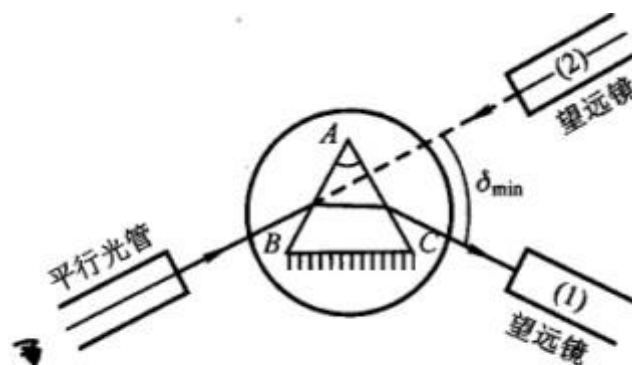

图 7.1.2-11 测最小偏向角方法
(1) 平行光管狭缝对准前方水银灯光源。
(2) 旋松望远镜止动螺钉和游标盘止动螺钉, 把载物台及望远镜转至如图 7.1.2-11 中所示的位置 (1) 处, 再左右微微转动望远镜, 找出棱镜出射的各种颜色的水银灯光谱线 (各种波长的狭缝像)。
(3) 轻轻转动载物台 (改变入射角 i_1), 在望远镜中将看到谱线跟着动。改变 i_1 , 应使谱线往 δ 减小的方向移动 (向顶角 A 方向移动)。望远镜要跟踪光谱线转动, 直到棱镜继续转动, 而谱线开始要反向移动 (即偏向角反而变大) 为止。这个反向移动的转折位置, 就是光线以最小偏向角射出的方向。固定载物台, 再使望远镜微动, 使其分划板上的中心竖线对准其中的那条绿谱线。
平行发光管，即图 7.1.2-11 中（2）的位置，以确定入射光的方向，再记下两游标处的读数 θ'_1 ， θ'_2